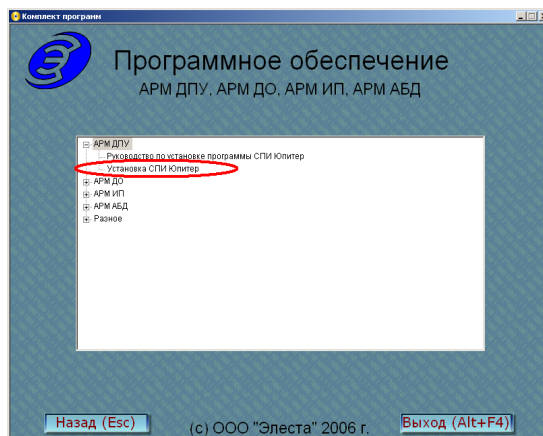

Рисунок 4.2
- в окне Программное обеспечение (рисунок 4.2) выбрать **АРМ ДПУ** ⇒ **Установка АРМ ДПУ «Юпитер» 7.x**;